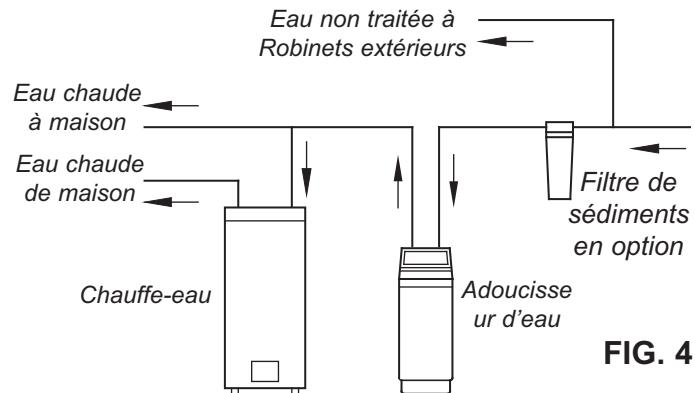

FIG. 4
12. Utilisez un collier pour maintenir le flexible en place. Si les codes de plomberie locaux vous interdisent l'usage d'un flexible de purge, employez un tube rigide de purge de vanne. Achetez un raccord de compression (1/4" x 1,25 cm D.E.) et un tube de 1,25 cm chez votre quincailler. (Voir Figure 4).